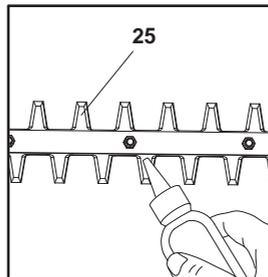

Fig. 44
13. Si la cuchilla del cortasetos (25) se sobrecalienta durante su uso, lubrique las superficies interiores de la cuchilla (Fig. 44).